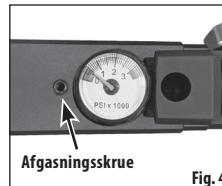

Fig. 4
- Afgassingsskruen sidder i bunden af våbenet ved siden af regulatormåleren (Fig. 4).